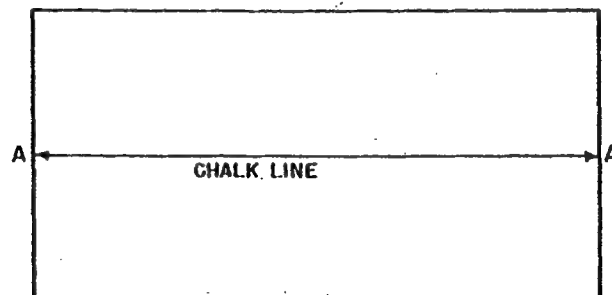

FIG. 1
- 3- CHALK LINE ROOM BOTH WAYS AS SHOWN IN FIGS. 1 & 2.